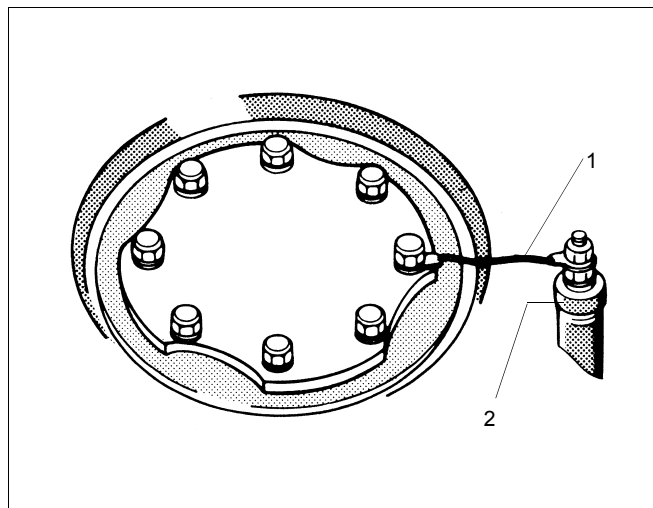

Рис. 10 Заземление магниевого анода
Магниевый анод должен быть установлен (рис. 10, [2]) так, чтобы между ним и баком образовалось надёжное электрическое соединение, т.е. должен быть подсоединён заземляющий провод (рис. 10, [1]).
- ▶ Уложите кольцевой наконечник заземляющего провода и заверните болты (рис. 10).